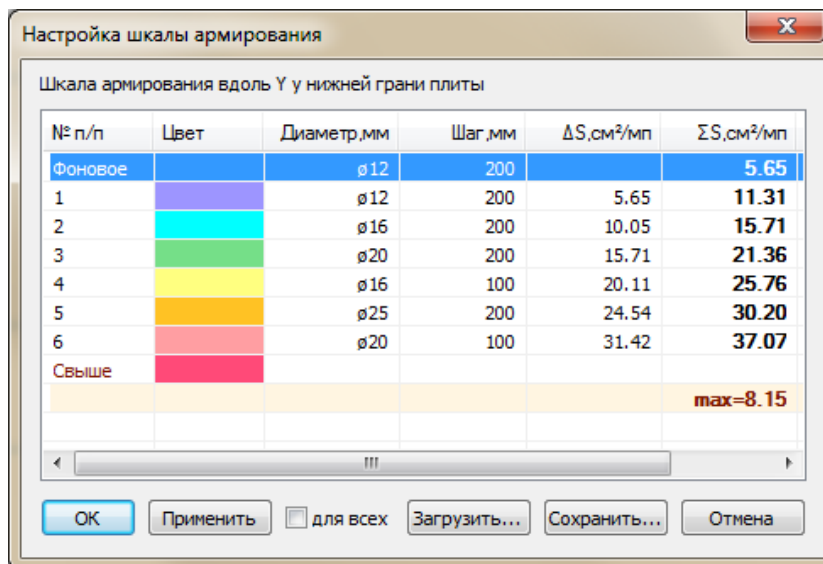

Рис.6.33. Диалоговое окно **Настройка шкалы армирования**
- В открывшемся диалоговом окне **Настройка шкалы армирования** (рис.6.33) выполните щелчок правой кнопкой мыши в области окна.